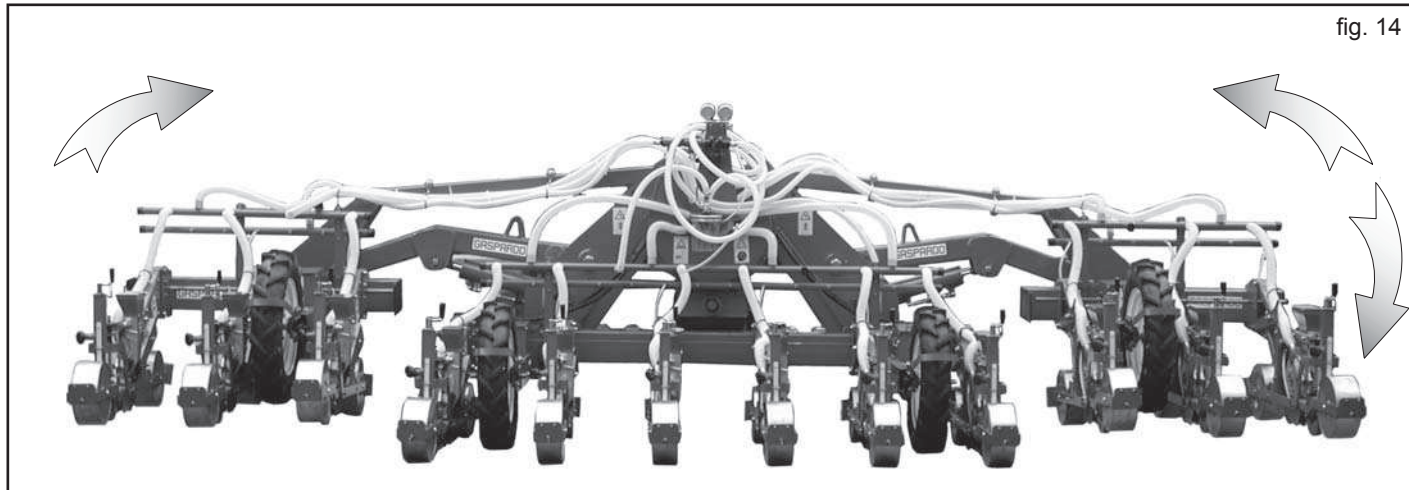
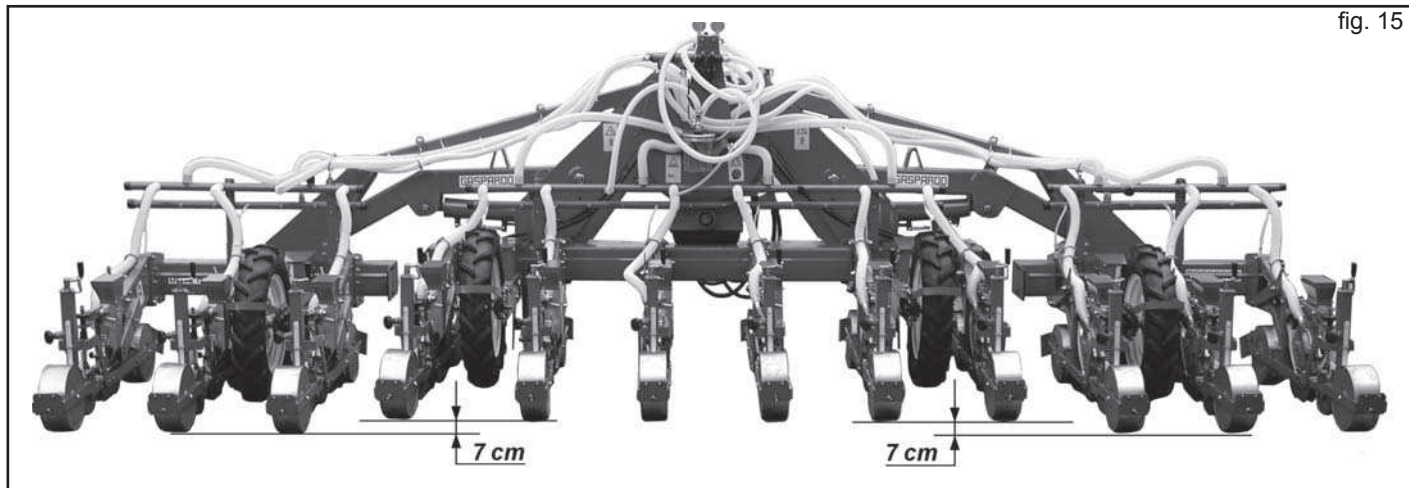

fig. 14
fig. 15
Die Symbole haben folgende Bedeutung (zur Bezugnahme siehe Abb. 14):
Dank einem öldynamischen System erlaubt der Maschinenrahmen das Einklappen der Seitenenden (Abb. 14), an denen die Sägregate angebracht sind. Dadurch werden die Gesamtabmessungen auf der Straße. Die öldynamisch einklappbaren Teile der Sämaschine sind "schwimmend" und können daher auch auf nicht perfekt ebenem Boden eingesetzt werden. Die seitlichen Teile des Rahmens können denn auch bezüglich des mittleren Teils um ca. 7 Zentimeter abgesenkt werden (Abb. 15). Diese Teile werden durch doppelwirkende öldynamische Zylinder angetrieben, die voneinander unabhängig sind. Zum Einstellen der Auf- und Abstiegsgeschwindigkeit der Seitenrahmen muss das an jeder öldynamischen Druckölleitung angebrachte Ventil wie in Kapitel 3.1 beschrieben eingestellt werden (Abb. 10).
- 6) Die öldynamische Anlage einschalten, um den Rahmen zu öffnen (Abb. 14); dabei muss die Sämaschine vom Boden angehoben sein.